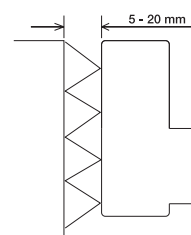

Fig. 2
4. Fugen mellom karm og vegg skal være maks 20 mm (fig 2). Fugen dyttes nøye fra begge sider med ubrennbart isolasjonmateriale.